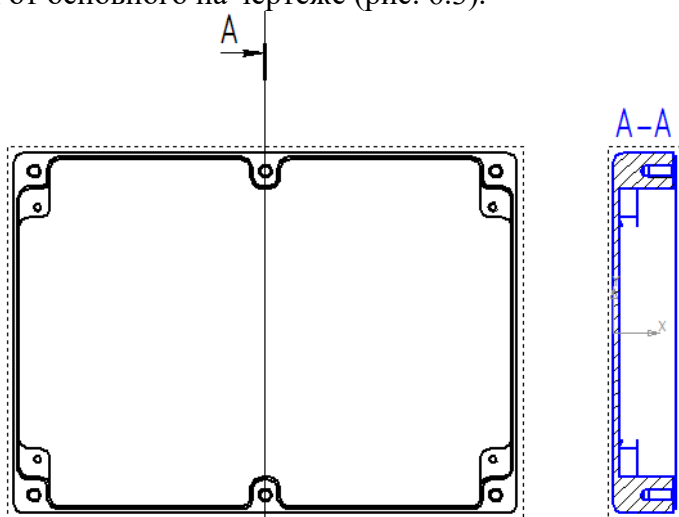

Рис. 6.2. Выполнение разрезов
3. Кликая на полученной линии сверху и снизу, затем еще 1 клик и в полученных фантомах выбрать стрелку вида слева или справа. Кликнуть, появится фантом разреза и двигая его влево или вправо в соответствии со стрелкой выполнить разрез (рис. 6.2)